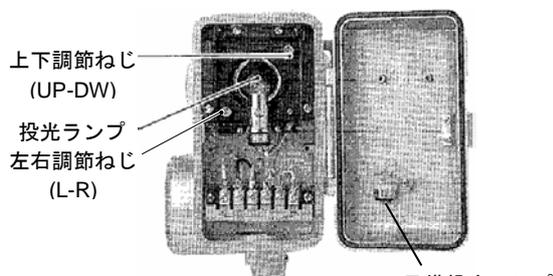

図7 投光器内部
- (1) 指示変換器の零点調整ダイヤルを回し、メーターの指針を指示目盛りの中央部付近にセットします。
- (2) 投光器の扉を開くと図7のような調整用のねじがありますので確認してください。
- (3) 指示変換器の指針を監視しながら上下光軸調整ねじ(UP-DW)をドライバで時計回りにゆっくりと回してください。
- (4) この時、指針が0%の方向へ動いたならば、そのままの方向で回し続けてください。100%の方向へ動いたならば、回す方向を反対にして回し続けてください。
- (5) 回し続けていると、0%の方向に動いていた指針が反転して100%側へ動き始める点があります。この点において上下軸の光強度が最大となります。指針が反転する寸前の位置でねじの回転をやめてください。
- (6) 左右光軸調整ねじ(L-R)についても同様の操作を行ってください。
- (7) 左右ねじの調整が終わったら、微調整を行うために、再度上下ねじ、左右ねじの順で調整してください。